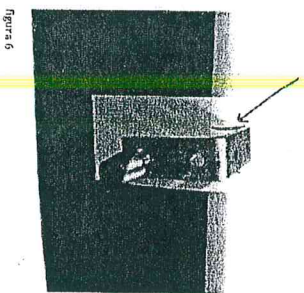

figura 6
- 4) Posizionare la staffa nel punto precedentemente segnato (figura 6)